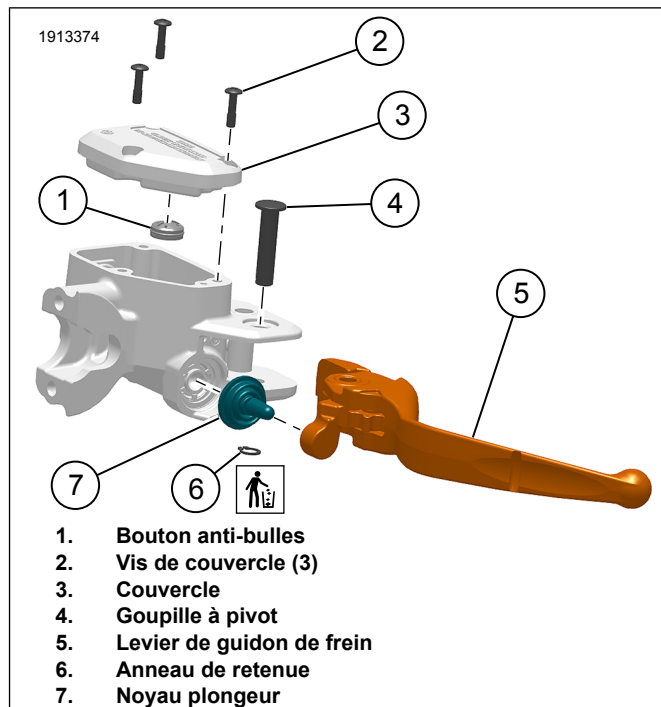

Figure 5. Ensemble maître-cylindre de frein avant (Touring illustré, Softail similaire)
4. Voir la figure 5. **Modèles Touring UNIQUEMENT** : Déposer le piston (7) et la tige de culbuteur. Consulter le manuel d'entretien.
1. Voir la figure 5. **Modèles Touring UNIQUEMENT** : Poser la **nouvelle** tige de culbuteur et le piston (7).